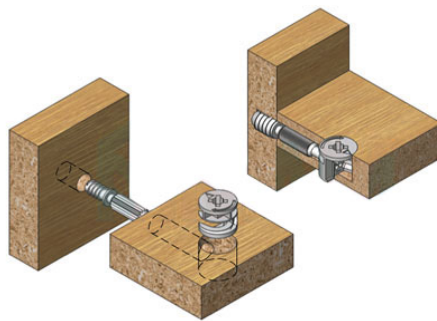

Рис. 3 – Соединение эксцентриковой стяжкой
1. В боковину короба полки (1) ввинтите штоки эксцентриков, а также вставьте шканты.
2. Соедините короб полки (1) со щитом полки (2) при помощи шкантов и эксцентриковых стяжек между собой, завернув эксцентрики до плотного присоединения деталей. (Рис.3).